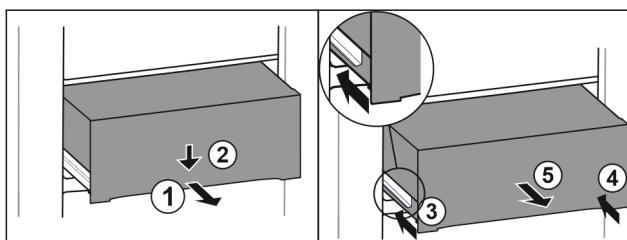

Fig. 105
- Extragăți pe jumătate sertarul. Fig. 105 (1)
- Apăsați în jos sertarul pe partea frontală. Fig. 105 (2)
- Inserați şina stângă aproximativ 2 cm. Fig. 105 (3)
- Inserați şina dreaptă aproximativ 2 cm. Fig. 105 (4)
- Extragăți sertarul spre înainte. Fig. 105 (5)